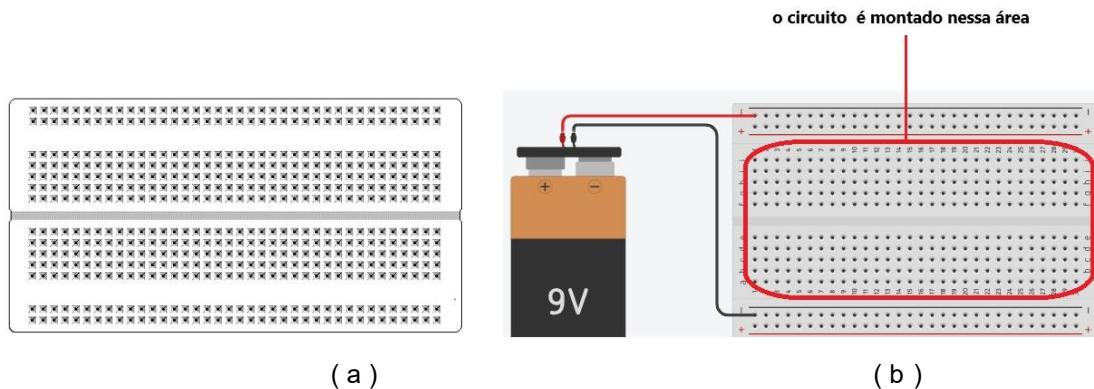

Figura 2 – (a) MP genérica (b) Forma de ligar a bateria na MP
A Matriz de Pontos (MP) também chamada de Protoboard (marca registrada) é um arranjo de pontos interligados (por baixo) que permite montar circuitos sem que seja necessário soldar as partes envolvidas. A Figura 2 mostra o aspecto de uma MP genérica e que consiste em linhas horizontais e verticais. Existe diversos tipos de fabricantes com diferentes tipos de formatos e preços (depende do número de pontos).